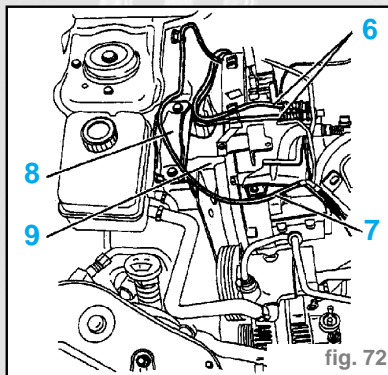

fig. 72
- Débrancher les raccords carburant (6) (fig. 72).